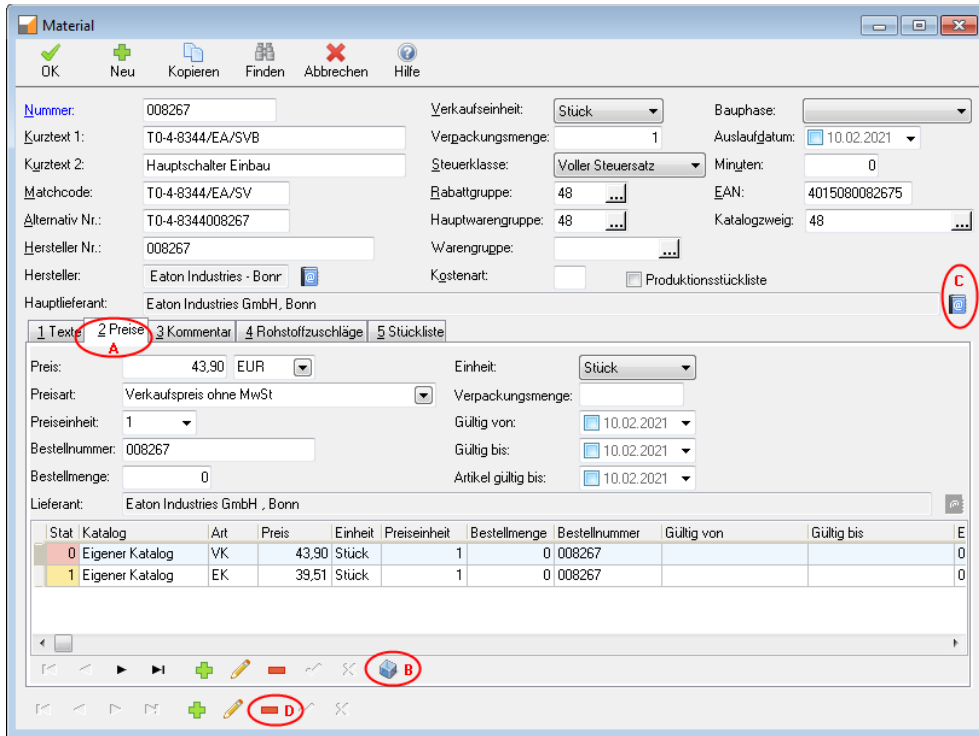

Abbildung 3.3.15: Beispiel eines Materials
3. Wechsle im Material-Dialog auf die Registerkarte **Preise** (siehe Abbildung 3.3.15, Markierung A).